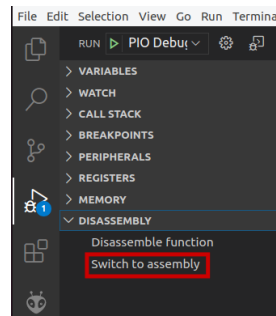
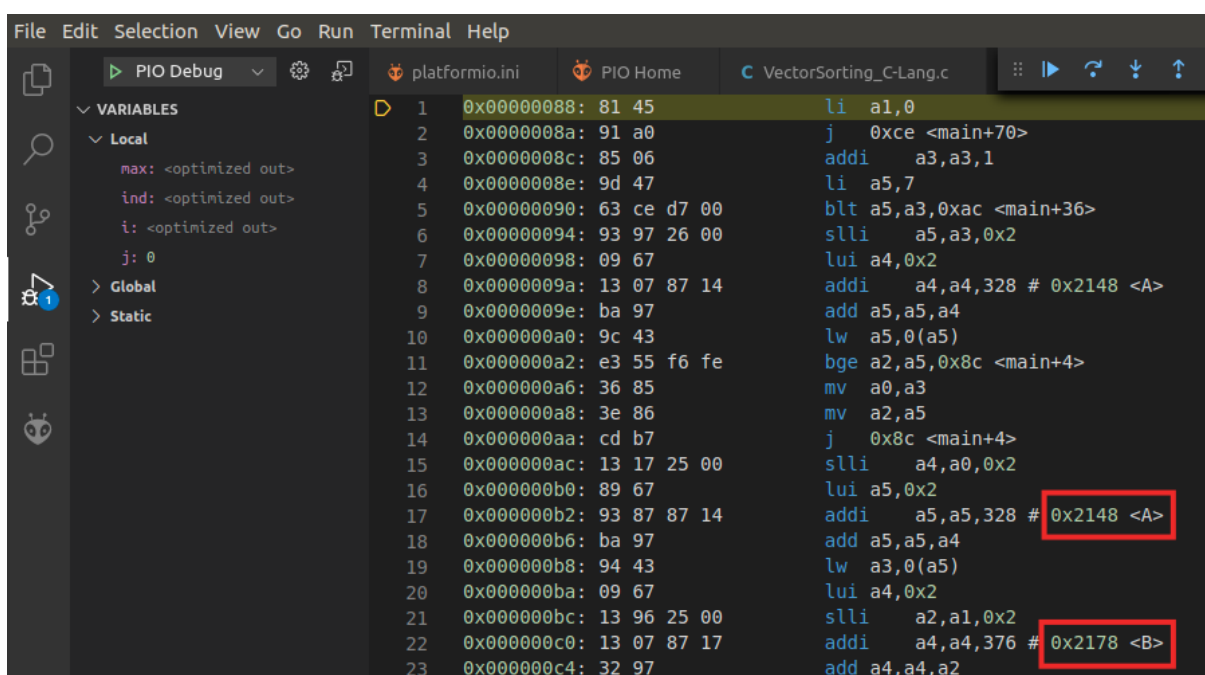

图64. 切换到汇编
图74. 存储器中用于存储A和B的地址
6. 可以查看上述C语言程序的执行情况，也可以通过单击图64中突出显示的“Switch to assembly”（切换到汇编）来查看编译器生成的汇编程序的执行情况。
请注意，通过切换到汇编（如图64所示），并分析访问向量A和向量B的任何指令，可以轻松找到存储器中用于存储这些向量的地址（图74）。如图中所示，在大多数情况下，注释都提供此信息；但是，也可以继续执行这些指令，并查看存储在寄存器中的值。